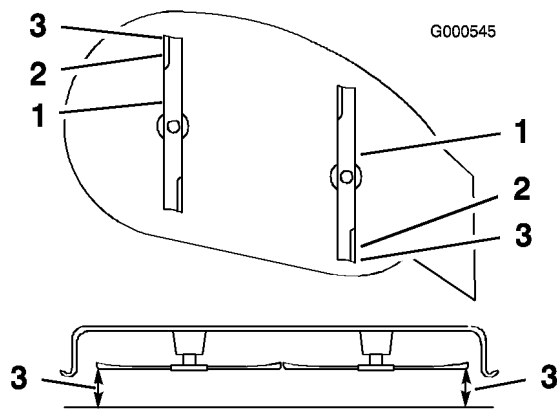

Figure 45
9. Réglez la hauteur de coupe à la position **D** (76 mm) et tournez les lames avec précaution dans le sens longitudinal (Figure 45).
10. Mesurez la distance entre la pointe de la lame avant et la pointe de la lame arrière par rapport à la surface plane (Figure 45). Si la pointe avant de la lame n'est pas de 1,6 à 7,9 mm plus bas que la pointe arrière, réglez les contre-écrous avant.